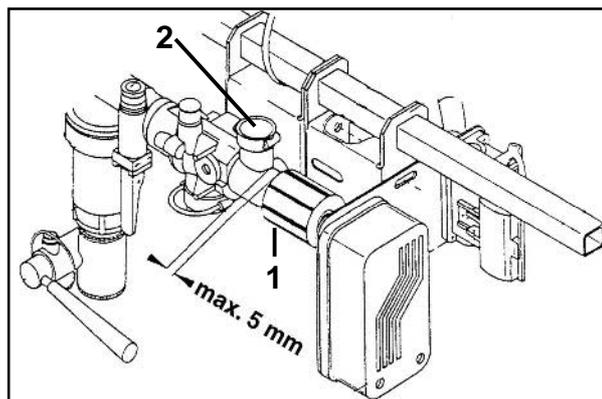

Fig. 7.5
- Pour cela visser l'écrou de régulation (fig. 7.5/1) du régulateur automatique (DPM) jusqu'à ce que la couronne de l'écrou et la tubulure du tuyau de retour en cuve (fig. 7.5/2) présentent un écartement de 5 mm, l'un par rapport à l'autre. Le réducteur de pression est alors réglé sur 7 bar environ ( $p_{\max} = 10$  bar).